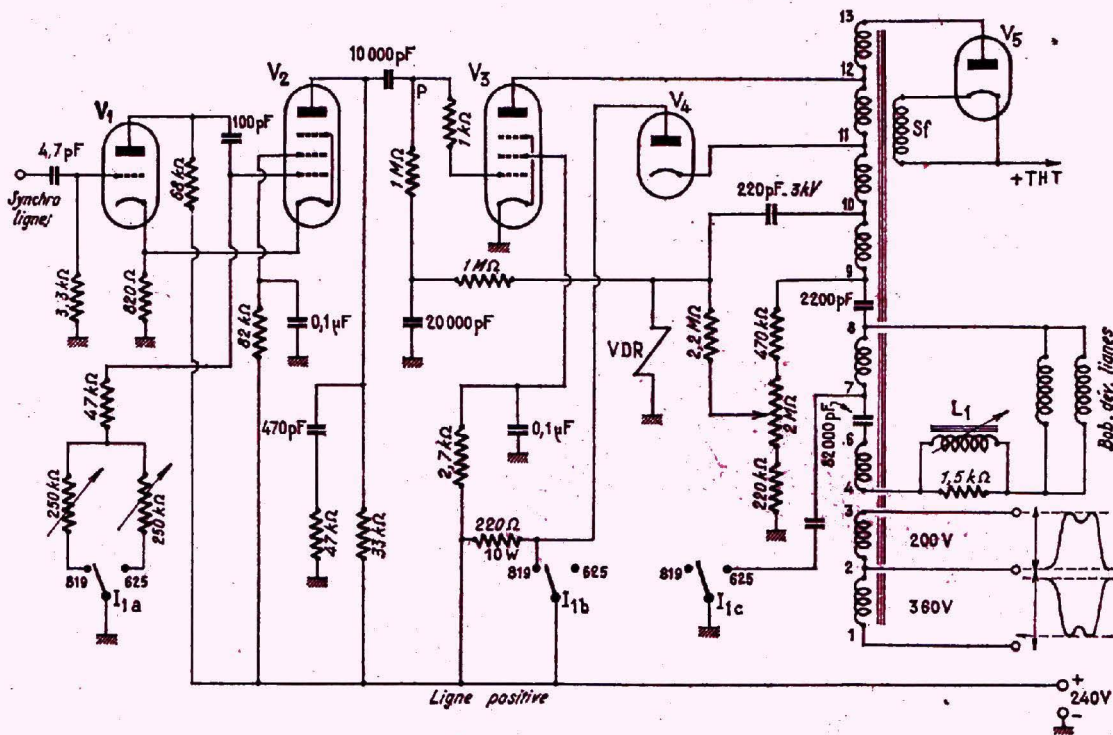
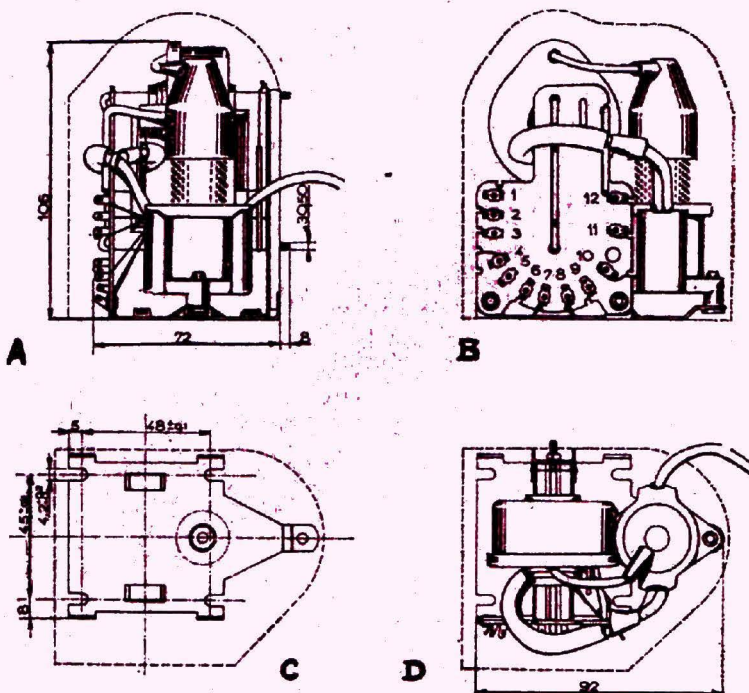

FIG. 2
FIG. 4
Leur emploi est possible dans divers circuits, notamment pour le comparateur de phase où il faut disposer du signal « local » à comparer avec le signal de synchronisation et dans les circuits de CAG verrouillée. Les lampes de la base de temps figure 2 sont : $V_1 = \text{ECF80}$, $V_2 = \text{EL500}$, $V_3 = \text{EY88}$, $V_4 = \text{DY86}$.
Le montage de la figure 2, base de temps lignes bistandard 819-625 lignes, conçu par Aréna comme exemple d'utilisation de ses bobinages, fonctionne dans les conditions indiquées par le tableau I ci-après dans lequel on précise le fonctionnement dans les deux positions du commutateur de standards $I_a - I_b - I_c$.
La figure 4 montre en A, B, C et D, le bobinage THT série 900, vu de face, de profil et de haut. En C on indique, en pointillé l'enceinte théorique autour du composant, dans laquelle aucun autre élément ne doit être placé, ce qui
Sur la même figure 4, on donne les dimensions. La diode de redressement de THT est placée sur
Les divers points de branchement 1 à 12 figurant sur le schéma figure 2, se retrouvent sur la figure 4. Un câble blindé à très haut isolement permet ce branchement de la THT au tube cathodique. Le bloc de déviation est présenté d'une manière simplifiée par la figure 5, à gauche vu de profil et à droite vu de face.
Dans d'autres montages, comme celui d'Aréna, étudié pour la base de temps image associée à celle de lignes de la figure 2, l'anode de l'oscillateur de relaxation est alimentée à partir de la HT augmentée, or, le tableau I montre que cette HT augmentée (dite aussi récupérée ou « gonflée ») est de 850 V en 819 lignes et de 680 V seulement en 625 lignes. Il est donc nécessaire d'introduire dans le montage, un commutateur réalisant une réduction de tension en 625 lignes.
L'amplitude se règle avec le potentiomètre de 2 M Ω du circuit de plaque de V_1 . En raison du système bistandard ce potentiomètre aboutit à un diviseur de tension constitué par : 220 k Ω ajustable, 1 M Ω , 390 k Ω , monté entre la masse et le point + HT récupérée dont la tension est, comme nous l'avons précisé plus élevée en 819 lignes qu'en 625 lignes. Pour réaliser l'égalité des amplitudes de balayage vertical, l'interrupteur I_{1a} solidaire de $I_{1a} - I_{1b} - I_{1c}$ de la base de temps lignes (figure 2)
Le système correcteur de réglage séparé des graves et des aigus très efficace et satisfaisant aux exigences particulières que nous avons mentionnées est disposé entre les deux éléments triodes de la 12AX7A (4), le deuxième élément servant de préamplificateur destiné à compenser l'atténuation importante due au correcteur. Les courbes des figures 2 montrent les différentes corrections obtenues.